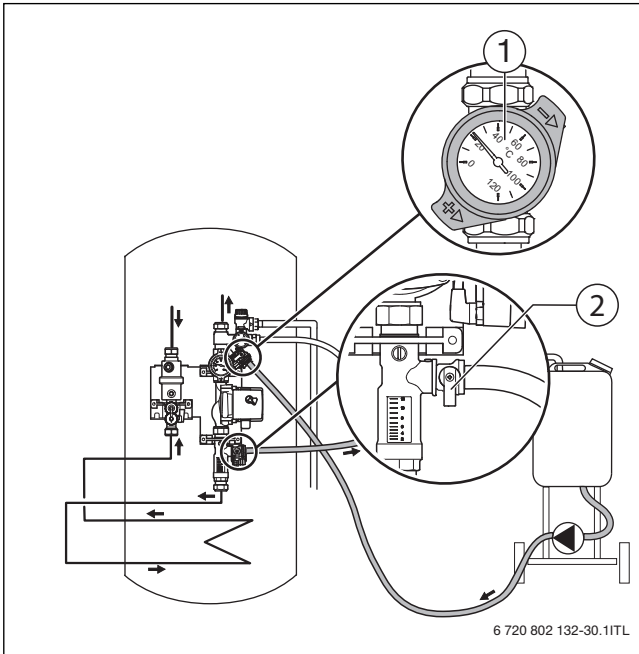

Fig. 20 Skylning af standardsystemet
- Tilslut fyldestationen som vist på fig. 20.